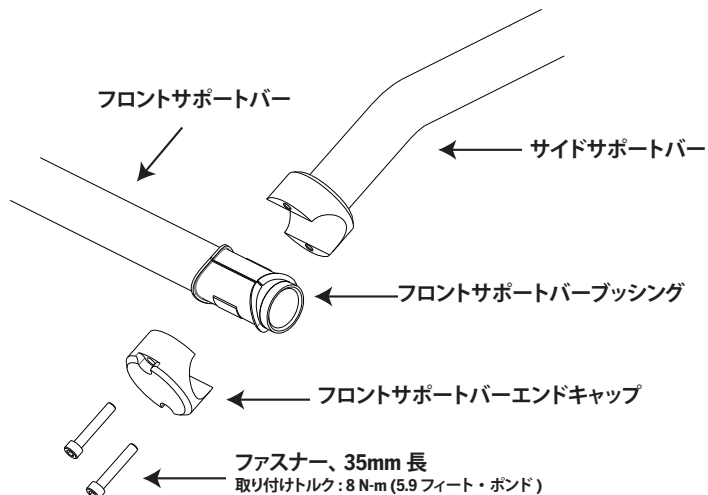

図 2a. フロントサポートバーの取り付け
3. フロントサポートバーエンドキャップを使って、フロントサポートバーにサイドサポートバーを取り付けます。図 2b を参照してください。(2) 個のフロントサポートブッシングをフロントサポートバーに取り付けて、エンドキャップに揃えます。図 2a を参照してください。(2) 本の 35mm ファスナーを、各エンドキャップに緩くはめます。図 2a と 2b を参照してください。フロントサポートバーが、エンドキャップの両端で同等に重なっていることを確認してください。5mm 六角レンチを使って、35mm ファスナーを 8 N-m (5.9 フィート・ポンド) に締めて、フロントサポートバーを所定の場所に固定します。